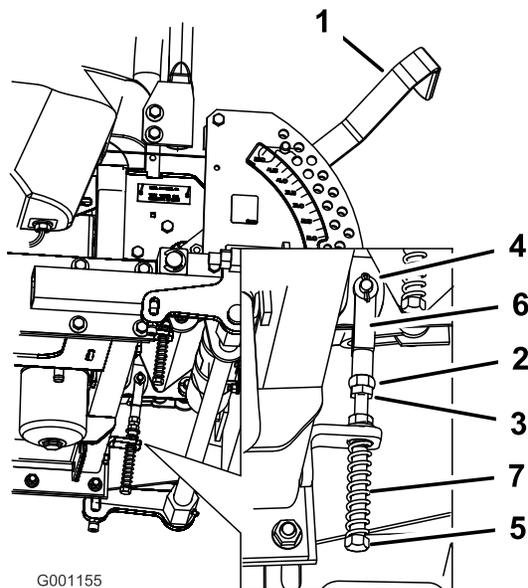

Figure 76
- 8. Si un réglage s'impose, desserrez l'écrou et l'écrou de blocage (Figure 76).
- 9. Appliquez une légère pression à l'arrière du levier, et tournez la tête du boulon de réglage dans le sens voulu pour centrer le levier à la position de VERROUILLAGE AU POINT MORT (Figure 76).
- 10. Serrez l'écrou et l'écrou de blocage (Figure 76).